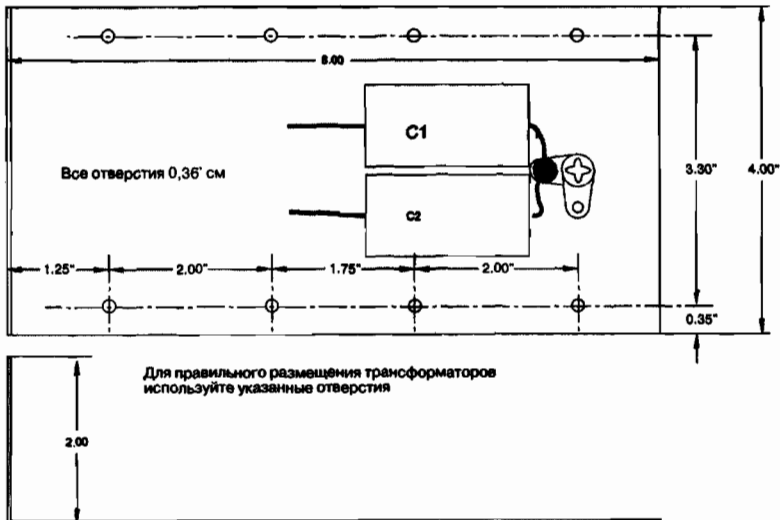

Рис. 18.9. Изготовление BTCFABM и сборки платы заземления GRDPLT
7. Изготовьте металлические детали, обозначенные GRDPLT (рис. 18.9). Обратите внимание на отверстия для установки T1, T2, T3 и T4.
9. Присоедините детали к скобе GRDPLT (см. рис. 18.9). Обратите внимание на держатель плавкого предохранителя, снятие напряжения с провода, винт заземления GRDSCR и гнездо наблюдения тока, как показано на рис. 18.11. Их расположение не критично, но должно обеспечить достаточное расстояние между точками соединения.